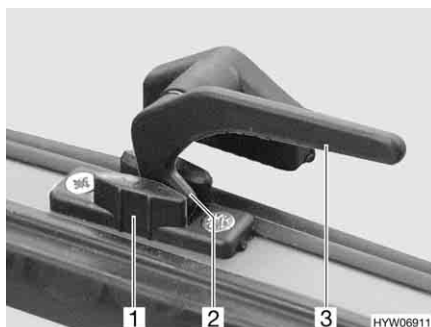

Fig. 13 Leva di serraggio in posizione "Aerazione continua"
- In posizione di "Aerazione continua" (Fig. 13)
- Ruotare la leva di serraggio (Fig. 13,3) di un quarto di giro verso il centro della finestra.
- Ruotare la leva di serraggio di un quarto di giro verso il telaio della finestra. Riportare contemporaneamente il nasello di chiusura (Fig. 13,2) nella rientranza della chiusura della finestra (Fig. 13,1).